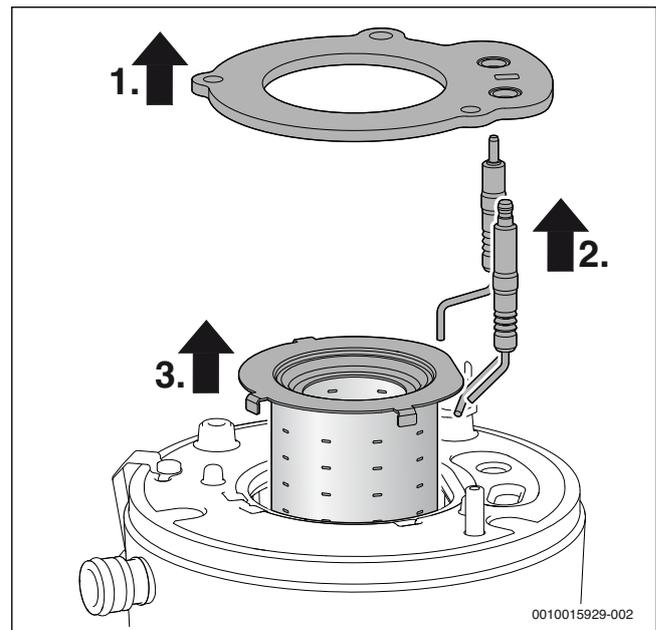

Fig. 43 Estrazione del bruciatore
- ▶ Ad ogni apertura del bruciatore sostituire la guarnizione del bruciatore (→ fig. 43, pos. [1]) e tutte le altre guarnizioni interessate dall'operazione. (Durata massima della guarnizione del bruciatore: 7,5 anni)